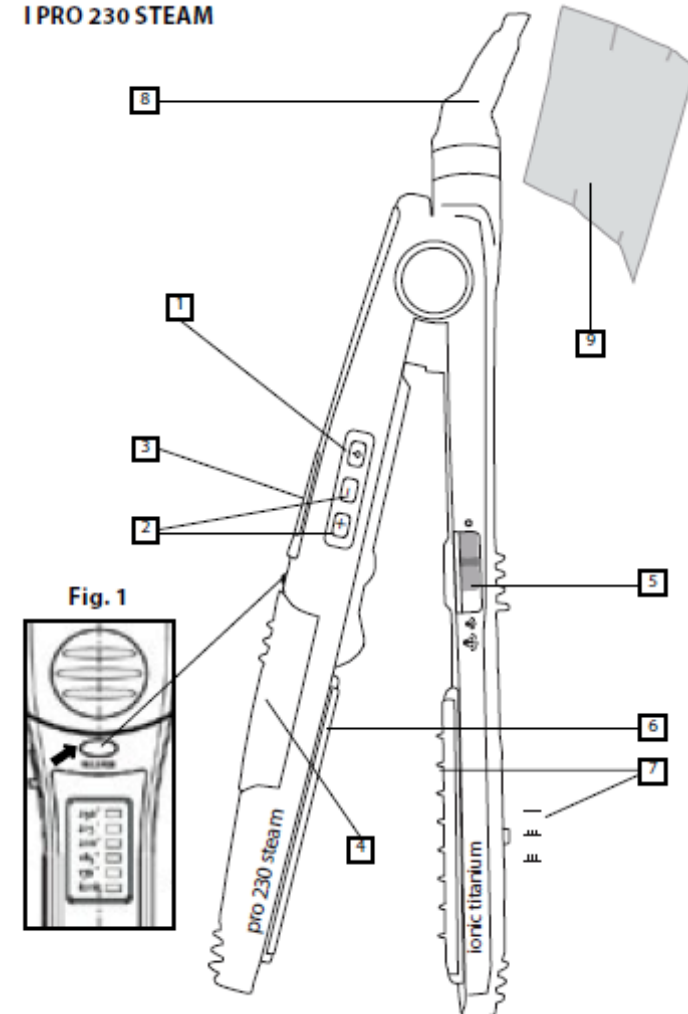

Fig. 1
- Retirer le réservoir à eau du lisseur tout en appuyant sur le bouton situé sur le dessus du lisseur (fig.1).